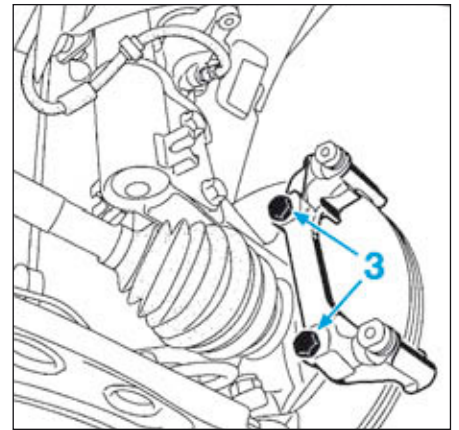

FIG.5
- Déposer les vis (3) (Fig.5), puis déposer le support d'étrier.